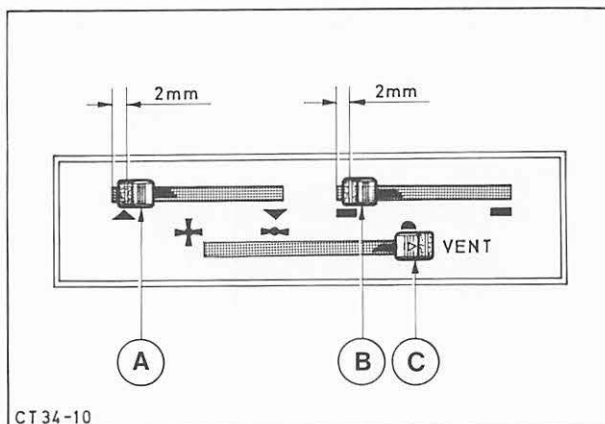

Abb. 25 Hebel am Bedienungsschalter einstellen
10. Bowdenzüge an Verteilerkasten und Betätigungshebel der Temperatur-Regulierklappe montieren, dabei wie folgt einstellen: Am Bedienungsschalter Regulierhebel „A“ und „B“ ca. 2 mm vor Anschlag bringen bzw. Hebel „C“ am rechten Anschlag („VENT“) durch Herausziehen arretieren. Bowdenzug so befestigen, daß die jeweilige Regulierklappe in Endstellung steht. Abb. 25 und 26.